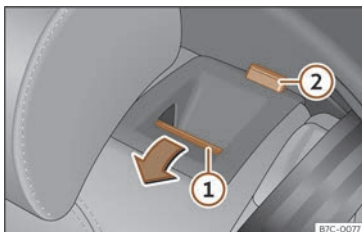

Fig. 90 Assento traseiro: abater o respaldo.
- Prema a tecla de desbloqueio >>> **fig. 90** ① cara adiante e, ao mesmo tempo, abata o respaldo. O respaldo traseiro está desbloqueado cando aparece unha marca vermella na tecla ②.